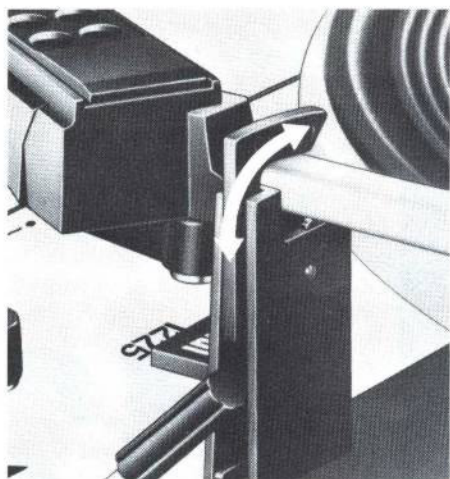

Fig. 7
Wählen Sie bitte die Plattenteller-Drehzahl 33 1/3 oder 45 U/min ⑭ und entriegeln Sie den Tonarm (Fig. 7).
**Bemerkung:** Zum Abspielen von Schallplatten mit abweichenden Durchmessern, z.B. älteren 25 cm-Schallplatten, ist das Gerät manuell zu bedienen (siehe Abschnitt 2. "Manuelle Inbetriebnahme"). Nach dem Spielen der Schallplatte erfolgt die Rückführung des Tonarmes und das Abschalten automatisch. Es empfiehlt sich, den Tonarm wieder zu verriegeln (Fig. 7).